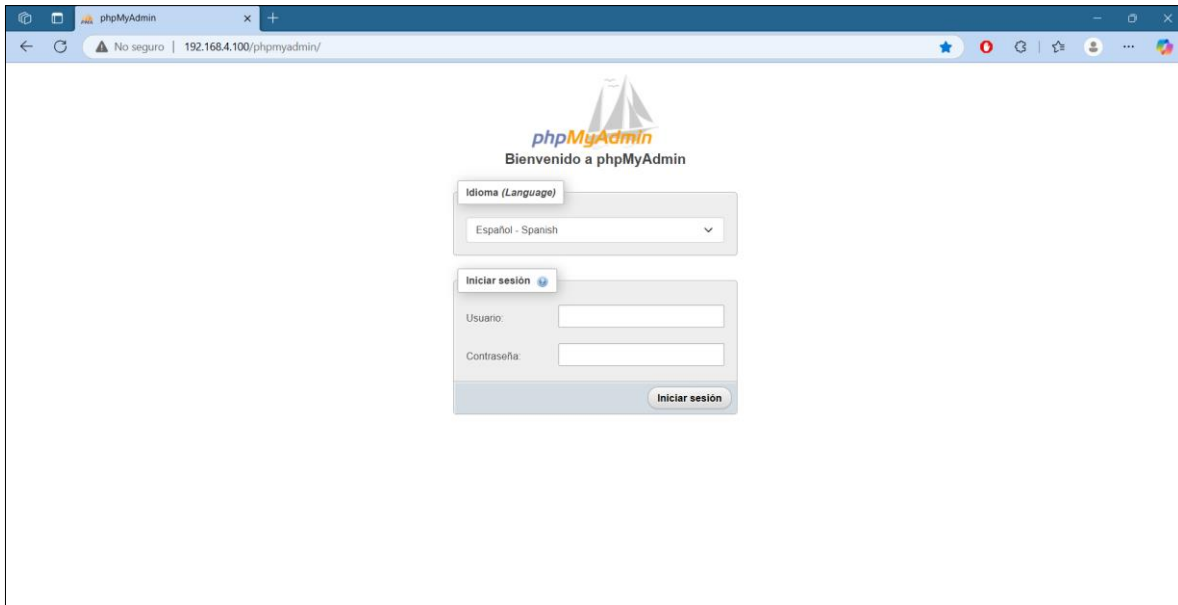

Figura 3. Verificar si la red tiene acceso a la BD.
-Con poder visualizar la interfaz de la figura 3 se puede afirmar que la base de datos está disponible en la red. (También se puede ingresar y observar la información completa de la base de datos usando las respectivas credenciales).